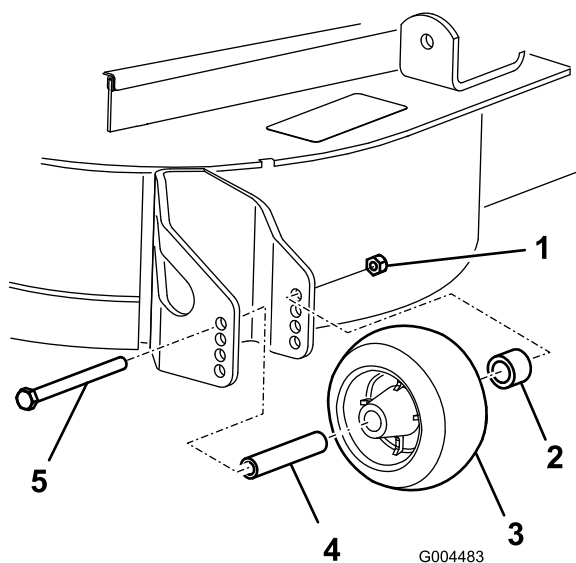

Figura 18
3. Depois de regular a altura de corte, ajuste os rolos retirando a porca flangeada, a bucha, a cunha e o parafuso (Figura 18).
- Coloque a porca flangeada, a bucha, a cunha e o parafuso. Aperte com 54–61 Nm (Figura 18).